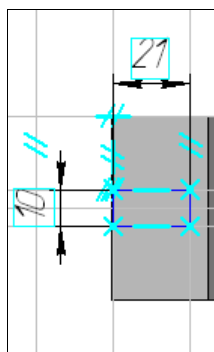

Рис. 18.23. Эскиз паза шириной 10
- ◆ выделите торцевую грань с другой стороны отверстия диаметром 60 и аналогично создайте паз, как на рис. 18.23;